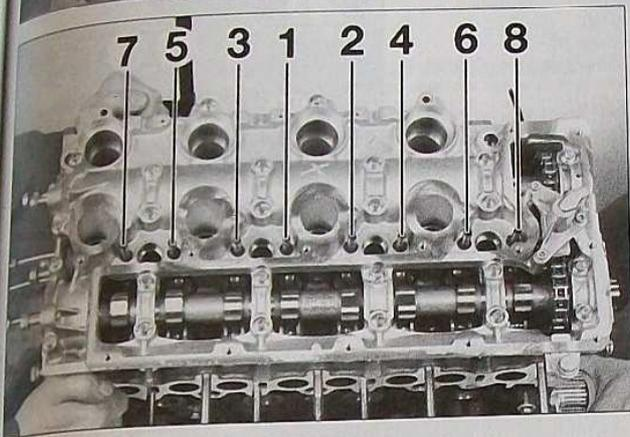

FIG. 46
- Poser les colonnettes de fixation des injecteurs et les serrer dans l'ordre indiqué (Fig.46).